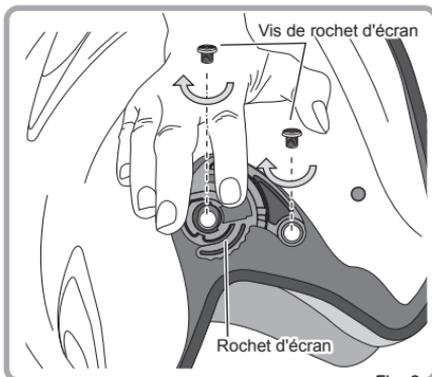

Fig. 3
③ Vissez fermement les deux vis de rochet d'écran dans le sens des aiguilles d'une montre. Répétez la même procédure pour les autres rochets d'écran. Les rochets d'écran sont alors installés (Fig. 3).